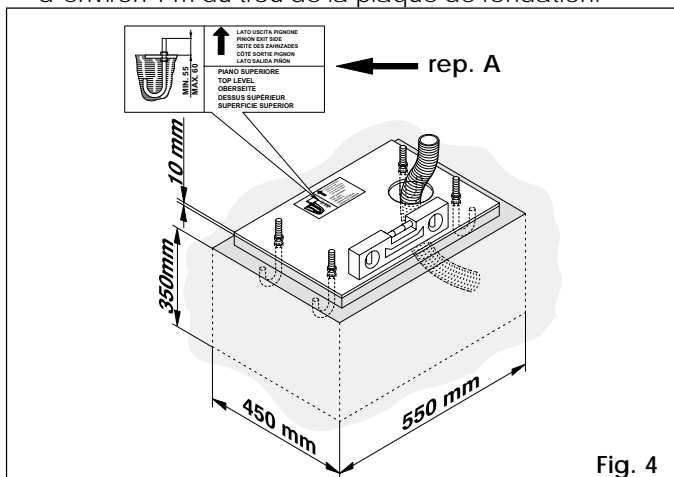

Fig. 4
- 1) La plaque de fondation à sceller doit être impérativement positionnée comme indiqué fig. 4 .
- 2) Assembler la plaque de fondation comme indiqué fig. 4 rep. A.
- 3) Réaliser un coffrage comme indiqué fig. 4 et sceller la plaque de fondation en prévoyant un ou plusieurs fourreaux pour le passage des câbles. Vérifier l'horizontalité parfaite de la plaque à l'aide d'un niveau à bulle. Attendre que le ciment soit pris.